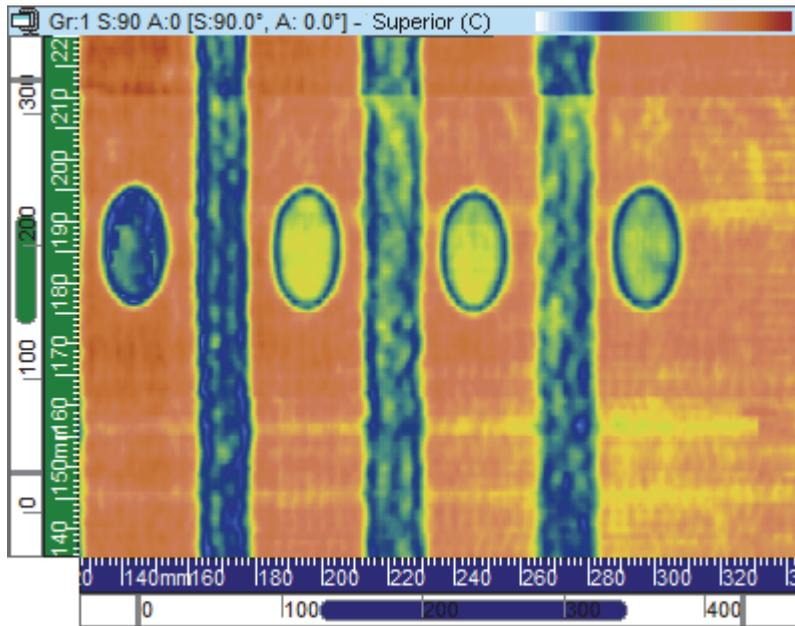

Figura 3-23 Exemplo de visualização superior (C)
A visualização Superior (C) (Figura 3-23 na página 86) é uma representação gráfica bidimensional dos dados registrados exibidos na parte superior da visualização da peça de amostra. Um dos eixos é o eixo de rastreamento, o outro é o eixo de índice. A posição da exibição dos dados está relacionada com as posições do codificador no momento da aquisição. Em uma dada posição sobre uma imagem projetada, a cor corresponde a amplitude máxima nesta posição como detectado no intervalo considerado na profundidade verdadeira.